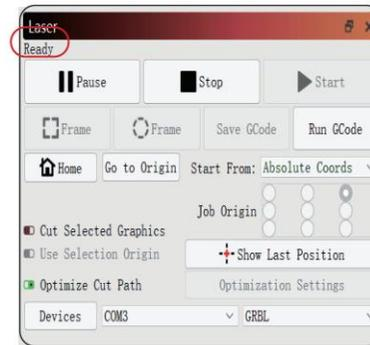

Abbildung 28 Port auswählen
- Wenn die Software nicht automatisch eine Verbindung zum Lasergravierer herstellt, müssen Sie den Port der Lasergravurmaschine wie in Abbildung 28 gezeigt auswählen.